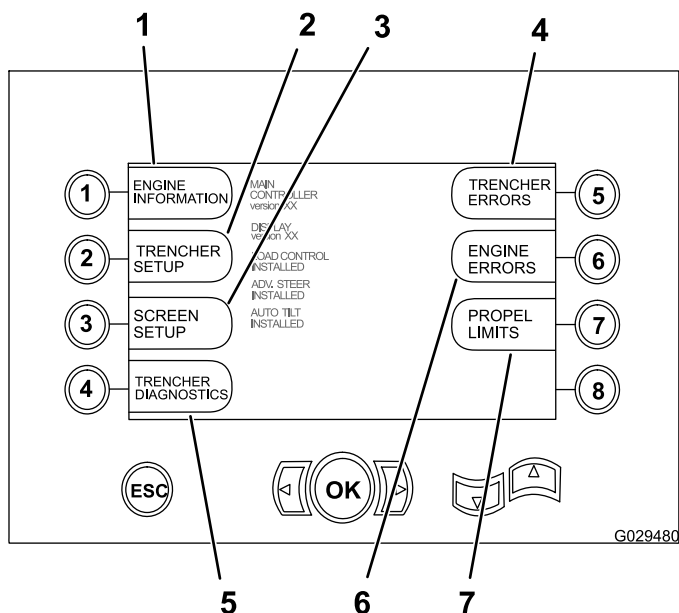

Figura 36
Para acessar a tela principal de seleção, pressione e solte os botões de seta para cima e de seta para baixo (Figura 36) ao mesmo tempo. Esta tela permite selecionar as telas de funções mostradas na Figura 36.
1. Na tela principal de seleção, pressione o botão número 7 para acessar as configurações de limitação de velocidade; ver a figura Figura 36 no tópico Acesso à tela principal de seleção (página 32).